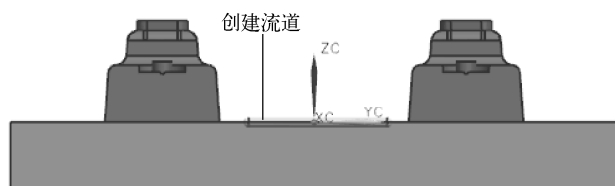

图 9-6 创建流道实体
(5) 指定流道的参数，如【截面类型】，在 5 种形状中选择一种；截面【指定矢量】指定截面的方位；在【参数】选项组中修改截面的形状尺寸。参数设置完毕后单击【应用】按钮，创建流道实体，如图 9-6 所示。